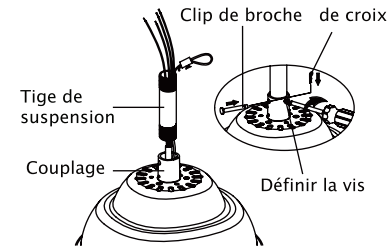

Fig. 8
Étape 4. Alimentez soigneusement les fils de ventilateur et le câble de sécurité jusqu'à travers la tige descendante. Enfiler la tige descendante sur l'accouplement moteur jusqu'à ce que les trous d'épingle s'alignent. Ensuite, remplacez la broche et le clip croisés et serrez les deux vis. (Fig. 8)